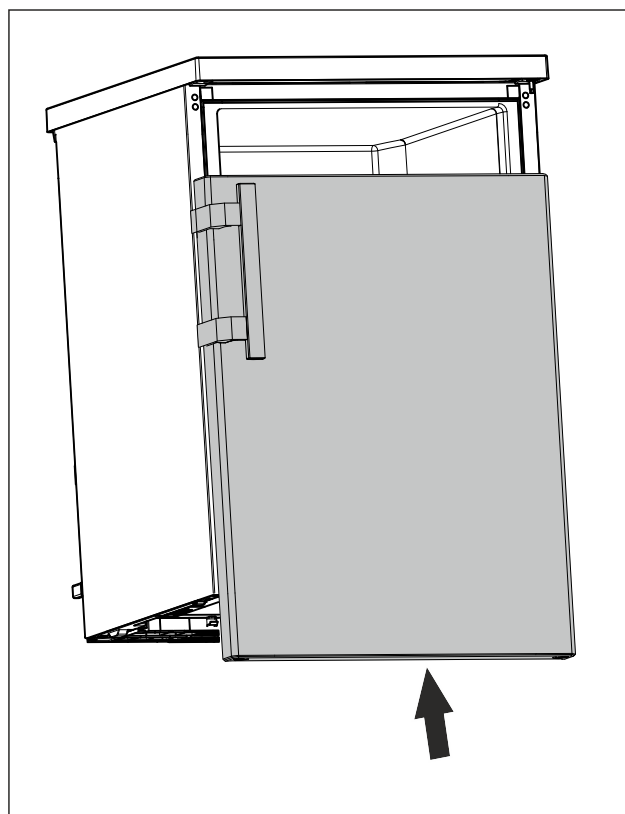

Fig. 19
- Inserire la porta chiusa sul perno superiore. (vedere Fig. 19)